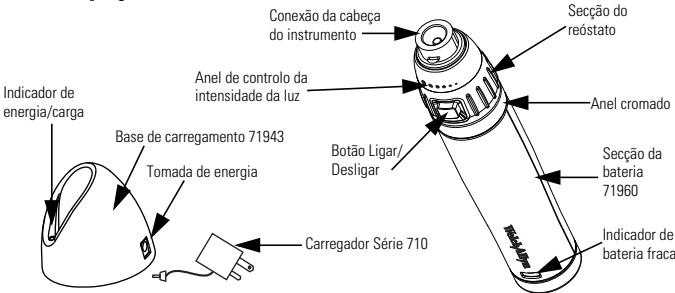

Figura 1
- Pressione o botão ligar/desligar na Seção do reostato e rode o anel de controlo de intensidade da luz no sentido dos ponteiros do relógio. Para intensificar a luz, continue a rodar até parar (Figura 1).
- Ligue o Carregador a uma tomada de parede e a Tomada de energia na Base de carregamento. O Indicador de energia/carga acende (verde) quando for fornecida energia (Figura 1).